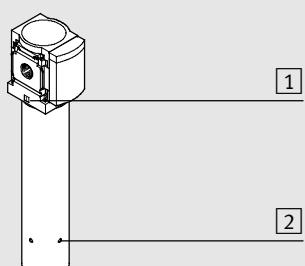

Bild 1 / Fig. 1
- Beachten Sie die Durchflussrichtung von 1 nach 2. Als Orientierung dienen die Ziffern [1] auf dem Produktgehäuse (siehe Bild 1). Eine umgekehrte Durchflussrichtung führt zum Funktionsausfall des Membran-Lufttrockners.